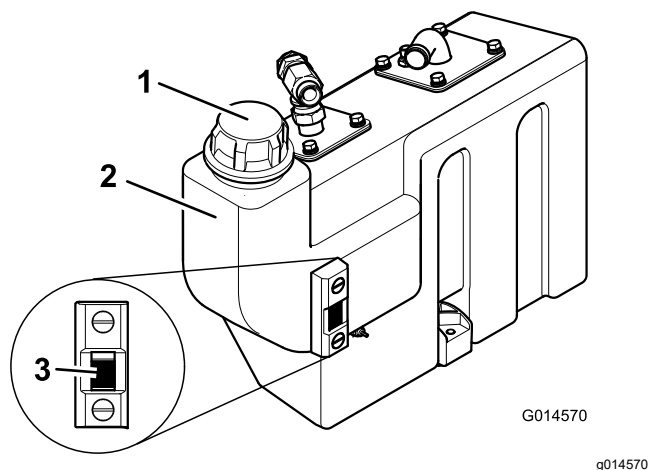

Bild 27
3. Wenn Hydrauliköl aufgefüllt werden muss, reinigen Sie den Bereich um den Füllstutzen und den Deckel des Hydraulikbehälters und nehmen den Deckel ab (Bild 27).